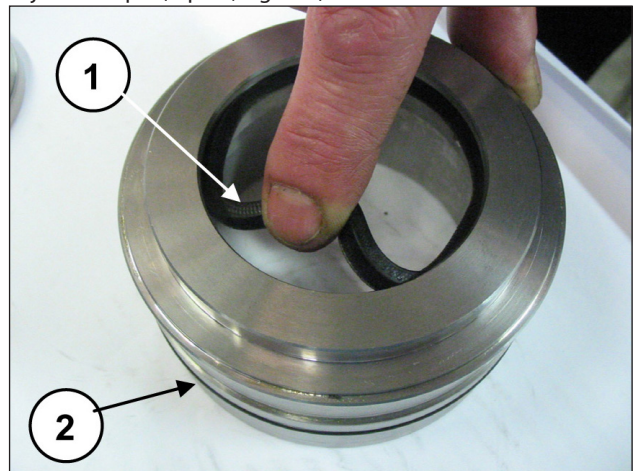

Fig. 194
Insérer le joint de basse pression dans le support presse-étoupe (rep. ①, Fig. 194) en contrôlant le sens de montage qui prévoit la lèvre d'étanchéité tournée en avant (vers la tête) et le joint torique (rep. ②, Fig. 122).